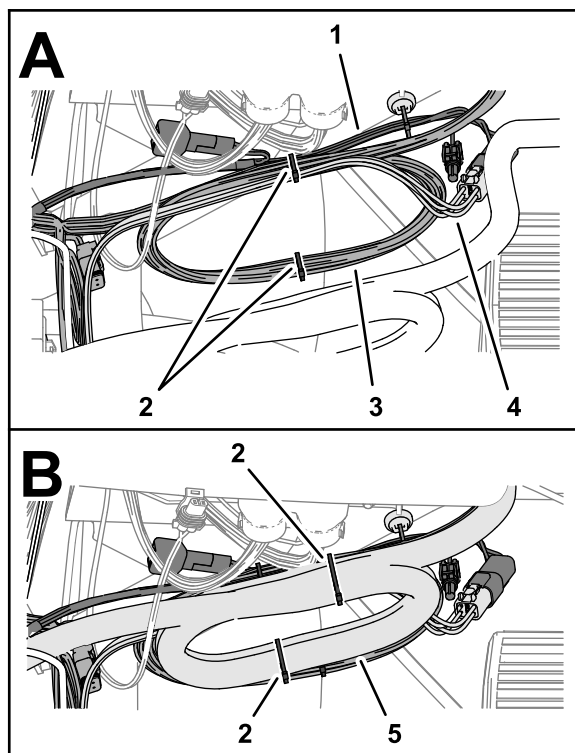

Рисунок 183
1. На правой верхней трубчатой раме соберите в виде связки жгут проводов передачи навигационных данных и электропроводов вместе с ответвлением жгута проводов CAN 2 ASC 10 BUS (ШИНА CAN 2 ASC 10) и подсоедините их к жгуту проводов опрыскивателя из комплекта с помощью 2 кабельных стяжек (Рисунок 183).
2. Соберите в виде связки жгут проводов антенны модема и прикрепите его к связке жгута проводов опрыскивателя из комплекта с помощью 2 кабельных стяжек (Рисунок 183).